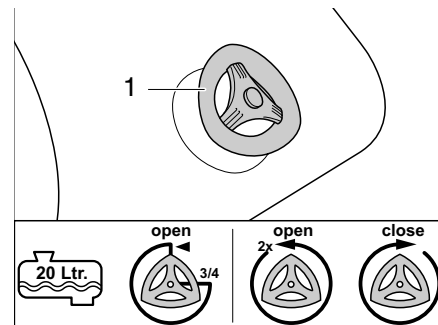

Fig. 357 Robinet de vidange
- 1/2 rempli ou moins : tourner le robinet de vidange (Fig. 357,1) de 3/4 de tour dans le sens inverse des aiguilles d'une montre. L'eau s'écoule.
- 3/4 rempli et plus : tourner le robinet de vidange (Fig. 357,1) de 2 tours dans le sens inverse des aiguilles d'une montre. L'eau s'écoule.
- Fermer le robinet de vidange (Fig. 357,1) dans le sens des aiguilles d'une montre.